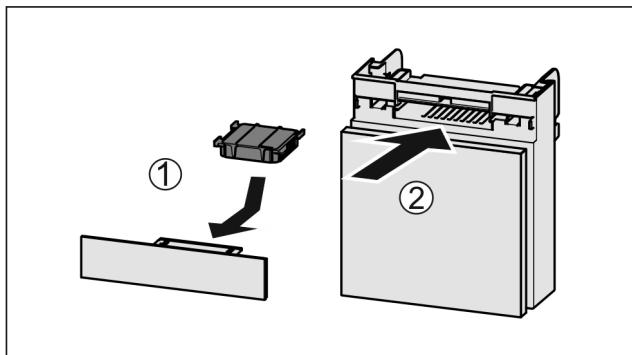

Fig. 116
- ▶ Вставити фільтр з активованого вугілля за малюнком Fig. 116 (1).
- ▶ Вставити відділення Fig. 116 (2).